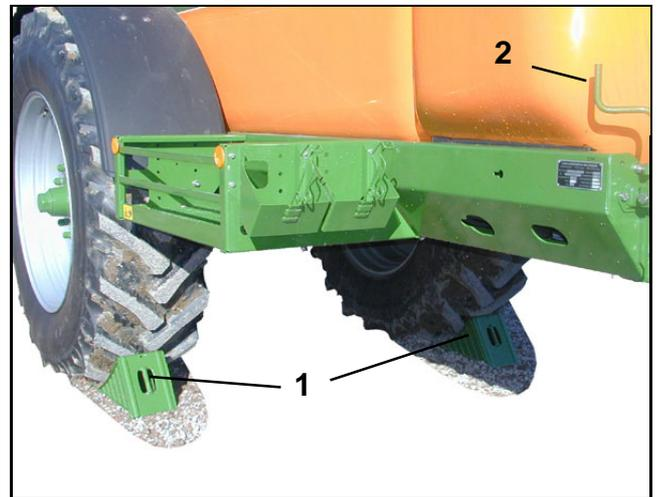

Fig. 5.9
- Ajustar el freno de estacionamiento (Fig. 5.9/2).